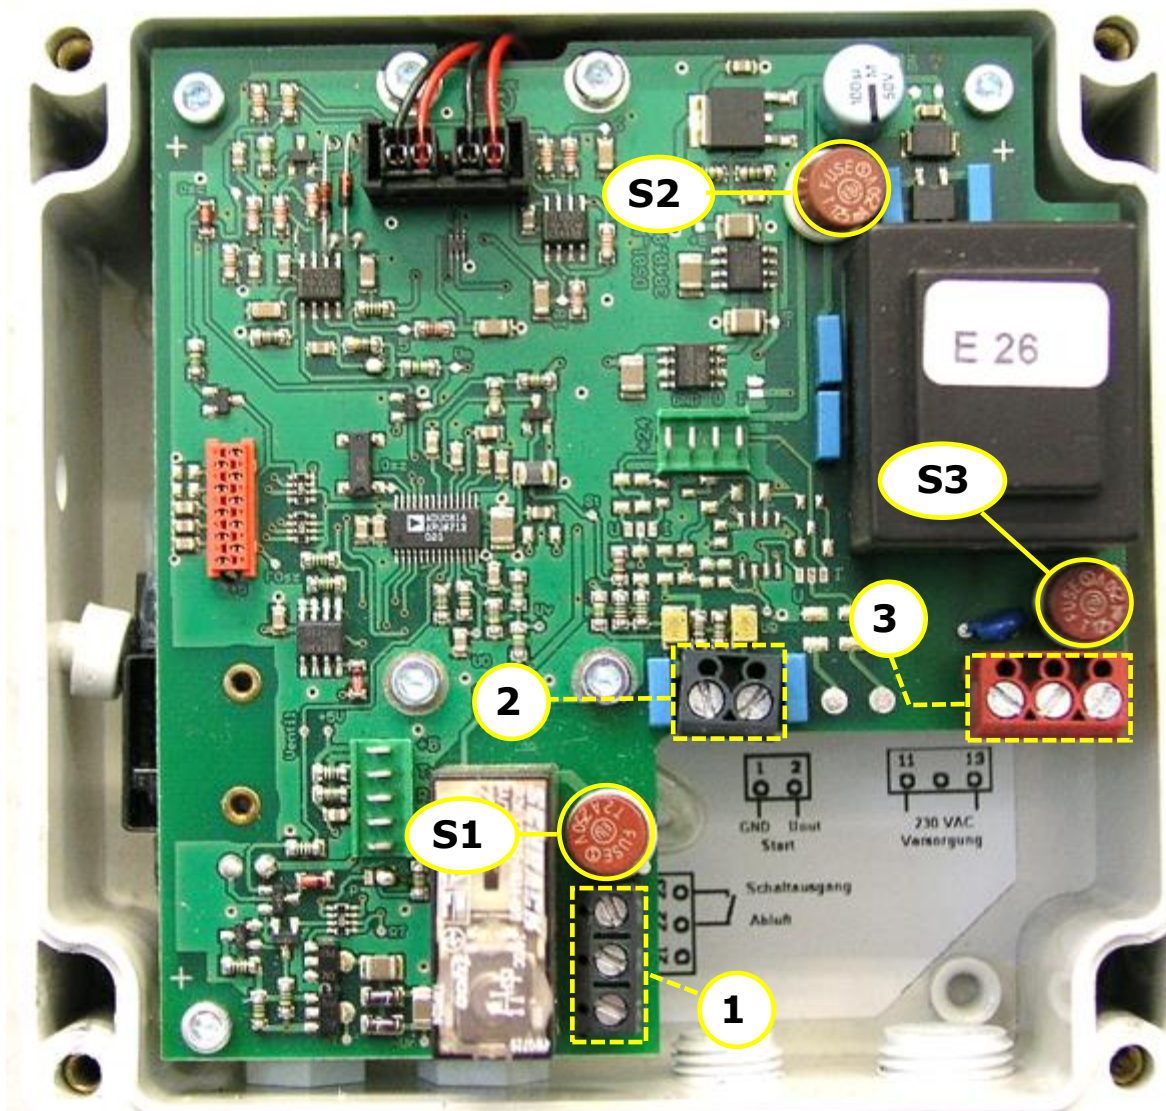

Abb. 7: Übersicht elektrische Anschlüsse und Sicherungen DS 01 M
- An den Klemmen 1+2 (Abb. 7 Pos.2) niemals 230 V anlegen, da sonst das Gerät beschädigt wird.